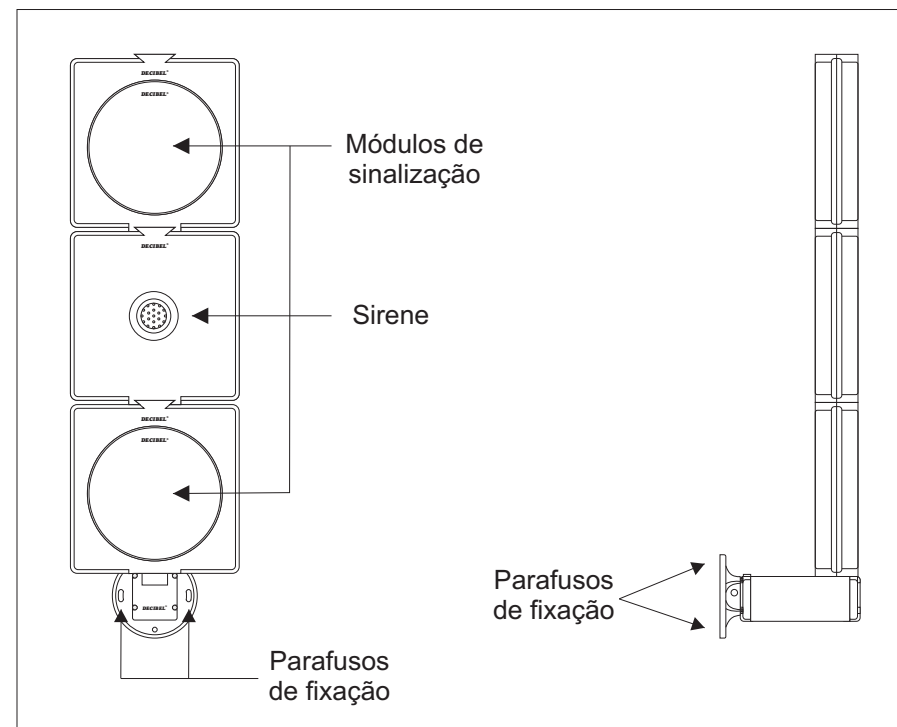

Figura 2
- Fixe o Sinalizador através de 4 parafusos nos orifícios localizados em sua base (Figura 2).